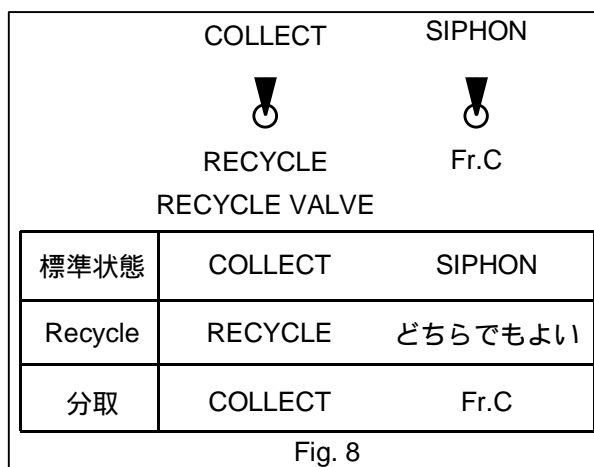

Fig. 8
- スイッチ (Fig. 8) を COLLECT、Fr.C に倒すと Fr.C 出口から液が出てくる。